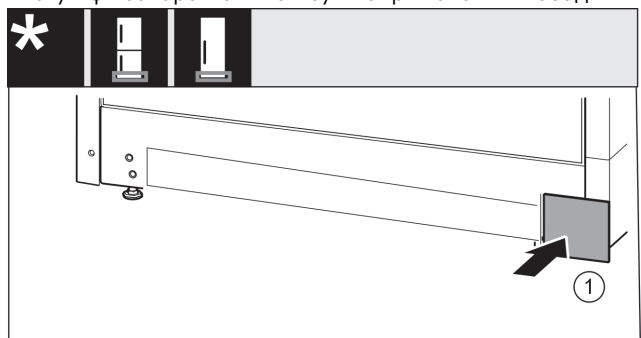

Fig. 32
- Знову вставте кришку Fig. 32 (1) з іншого боку.